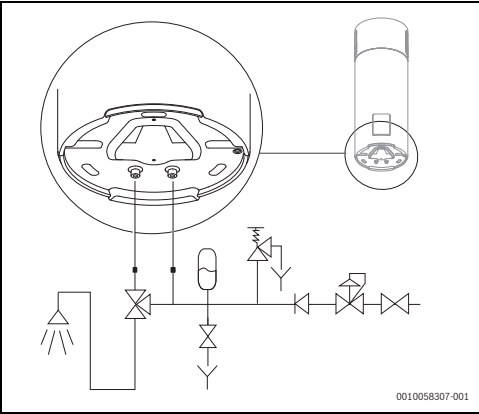

Fig. 20 Ligações de alimentação da água
É obrigatório que o instalador do sistema instale uma válvula de segurança de 8 bar no tubo de alimentação de água fria (Fig. 20).
O escoamento, ligado à válvula de segurança, deve ser instalado numa inclinação descendente. Deve também ser instalado num local onde esteja protegido contra a formação de gelo (Fig. 20).
Nunca feche a válvula de corte de água durante o funcionamento. (→fig. 20, pág. 22).
- ▶ Instalar um vaso de expansão¹⁾ (→ fig. 20) para evitar que a abertura da válvula de segurança seja tão frequente.